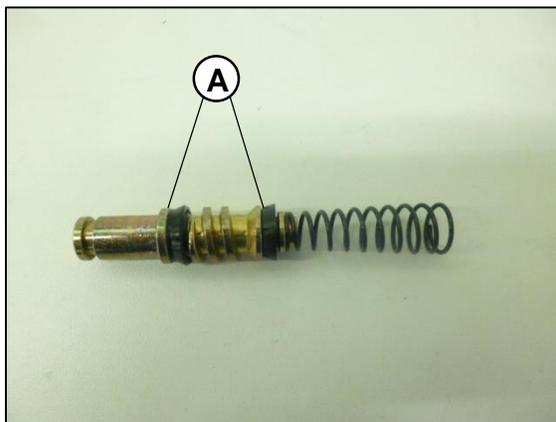

Fig.17
Verifique el desgaste del pistón en los puntos (A).Fig.17